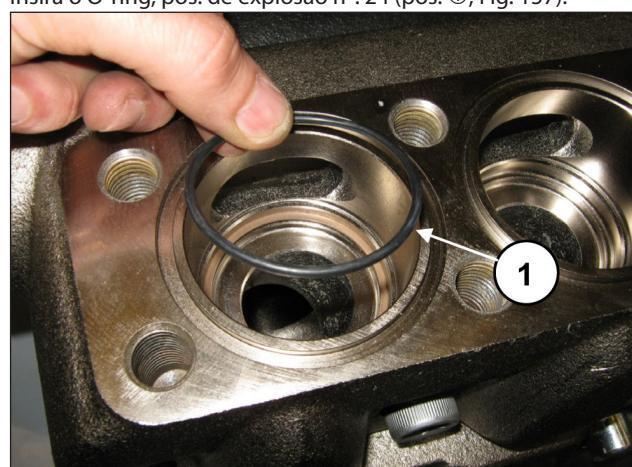

Fig. 157
Insira o O-ring, pos. de explosão nº. 24 (pos. ①, Fig. 157).